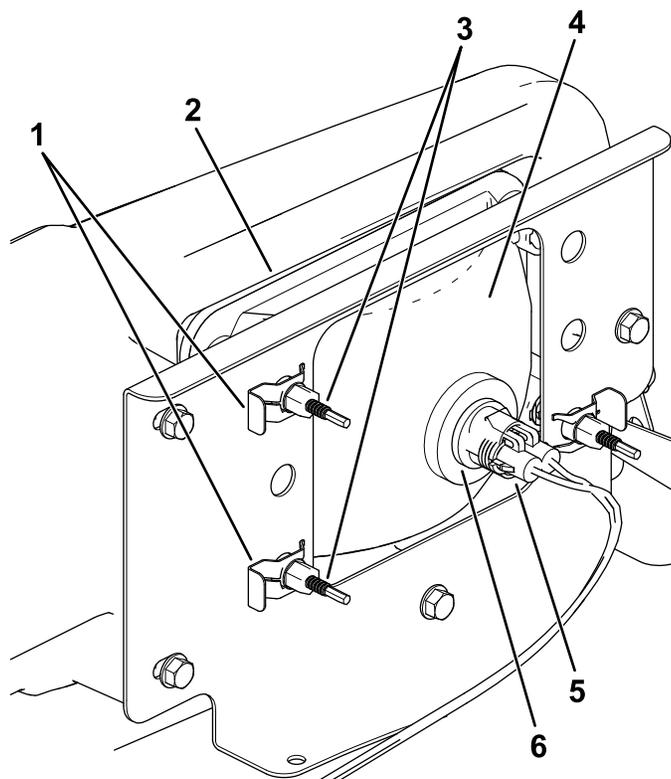

図 50
3. ランプアセンブリのコネクタから、ハーネス用のコネクタを外す 図 50。
4. ヘッドライトをヘッドライトブラケットに固定しているスピードクリップを外す 図 50。
5. ヘッドライトアセンブリ全体を前に押し出して、前バンパーから外す 図 50。
6. 取り付け穴に新しいヘッドライトを取り付ける 図 50。
- ハーネス用のコネクタを、新しいランプアセンブリのコネクタに接続する 図 50。
- ヘッドライトアセンブリの裏側部分にある調整ねじ 図 50を回してヘッドライトアセンブリの角度を変えてビームの方向を調整する。